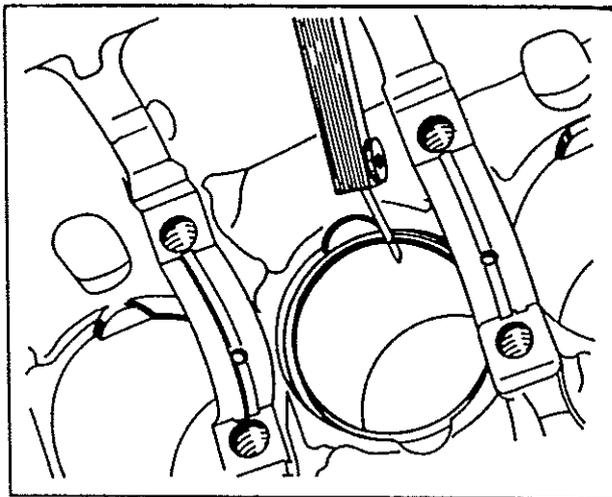

Bild 20: Kolbenringstoßspiel
- (1) Kolbenringe
- Stoßspiel überprüfen (siehe Bild 20)